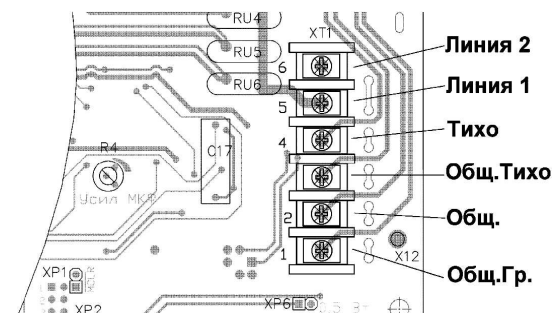

Рисунок 1 – Расположение контактов на клеммной колодке ПУ-П
6.2 Произвести установку и подключение ПУ-П к линии связи в следующей последовательности: снять с петель нижнюю часть корпуса ПУ-П и установить ее на основании комплекта крепления при помощи крепежа, входящего в комплект поставки; разделить линейный кабель на необходимую длину и ввести его в корпус через гермоввод; закрепить кабель на корпусе с помощью гайки гермоввода; надеть на петлю верхнюю часть изделия; произвести подключение концов линейного кабеля к клеммной колодке согласно нумерации контактов на плате изделия (см. рисунок 1) и их наименованию на наклейке, расположенной внутри нижней части корпуса.